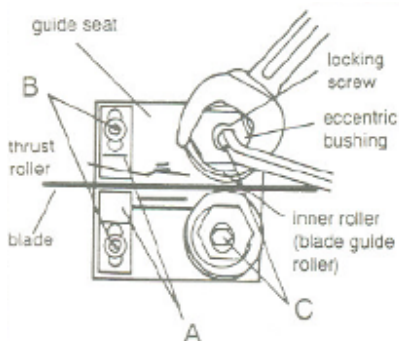

Fig 8
Desserrer les vis (B, Fig 8) et retirer les glissières (A) de la bande, (seulement MBS-910CS)